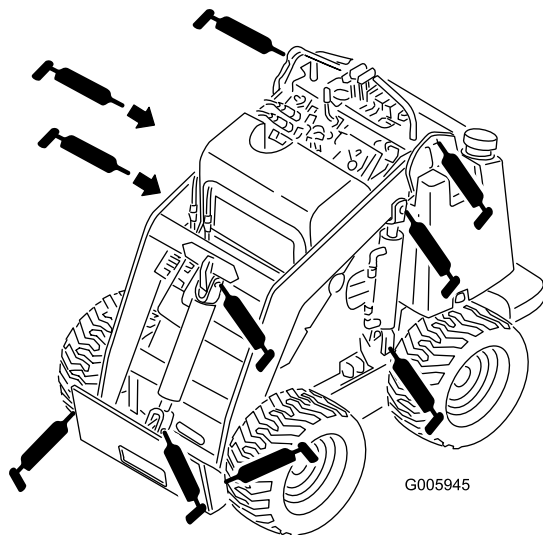
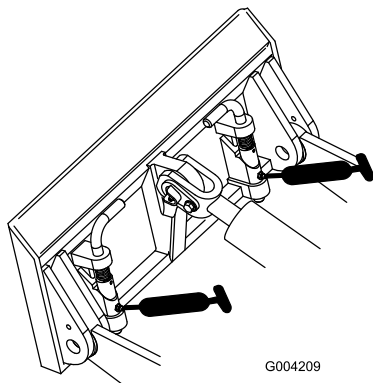

Figura 27
Figura 28
3. Conecte una pistola de engrasar a cada punto de engrase (Figura 27 y Figura 28).